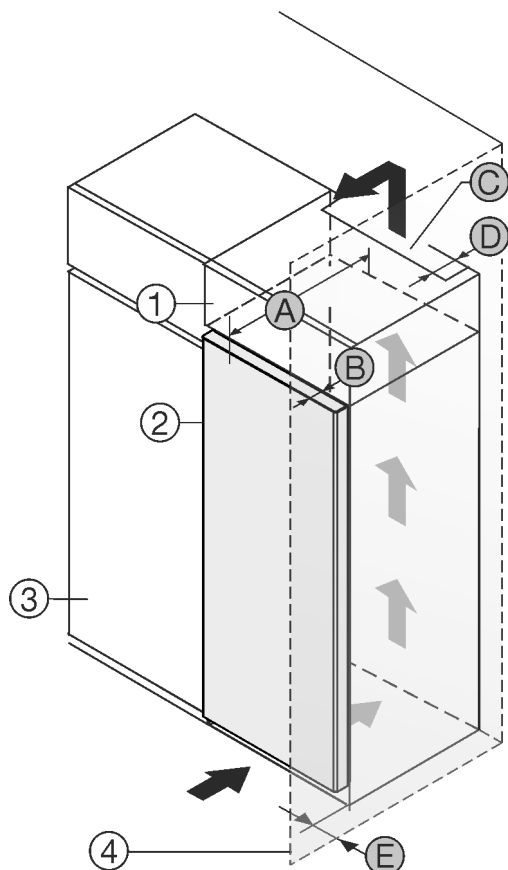

Fig. 1
Uređaj se može postaviti direktno uz kuhinjski element Fig. 1 (3).
Na stražnjoj strani visećeg ormara treba postojati otvor za odzračivanje dubine Fig. 1 (D) po cijeloj širini visećeg ormara. Ispod stropa prostorije treba poštovati ventilacijski presjek Fig. 1 (C).
Kada se uređaj postavlja s okovima pored zida Fig. 1 (4), razmak između uređaja i zida mora iznositi najmanje 13 mm.
Kada se uređaj postavlja s okovima pored zida Fig. 1 (4), razmak između uređaja i zida mora iznositi najmanje 20 mm.
Kako biste vrata mogli potpuno otvoriti, uređaj mora biti za dubinu vrata Fig. 1 (B) ispred u odnosu na prednjicu kuhinjskog elementa. Ovisno o dubini kuhinjskih elemenata Fig. 1 (3) i uporabi zidnih odstoynika, uređaj može i dalje stršati.